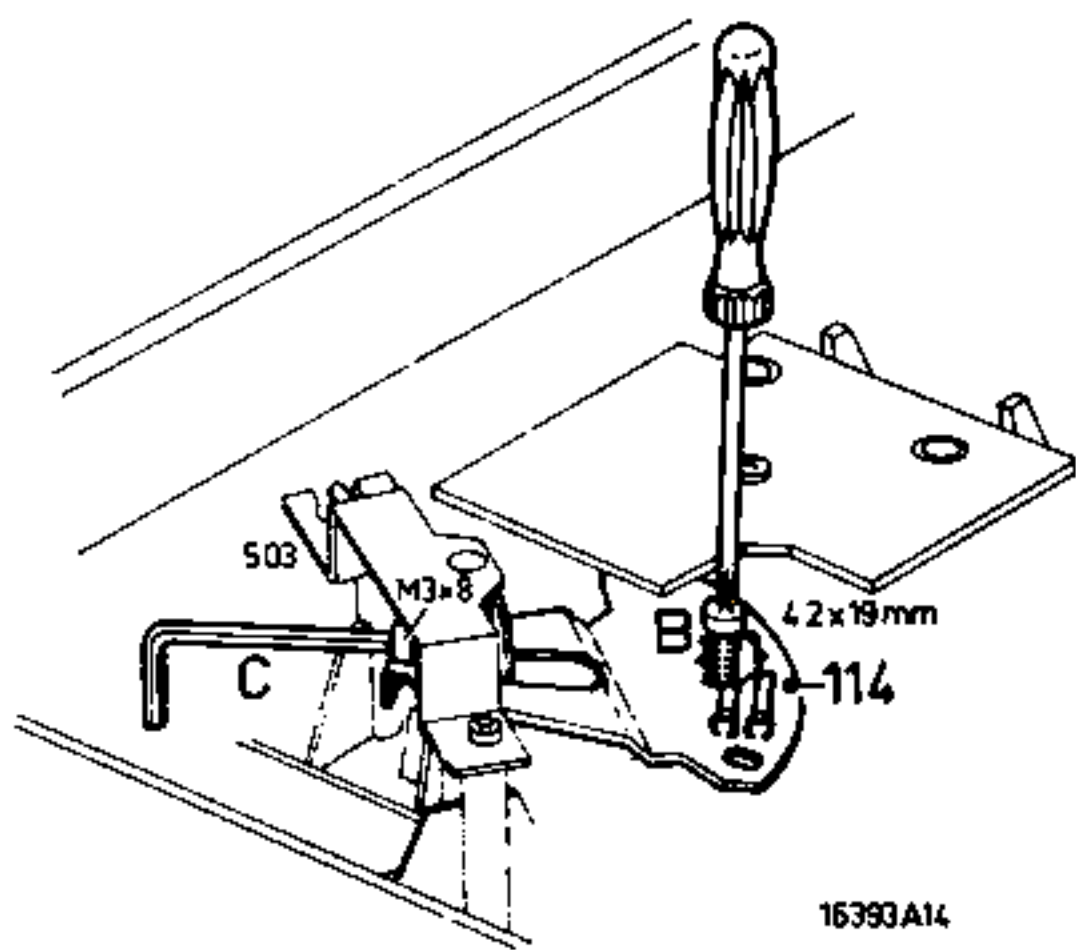

Fig. 4
**1. Adjusting the start/stop bracket 114 (Fig. 4)**
### 1. Instelling start-stopbeugel 114 (Fig. 4)
### 1. Réglage de l'étrier marche/arrêt 114 (Fig. 4)
### 1. Einstellung des Start/Stopbügels 114 (Fig. 4)
### 1. Regolazione della squadra marcia/fermo 114 (Fig. 4)